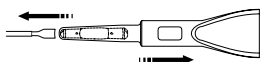

Fig. 15
9. Træk langsomt ICL eller TICL ind i cylinderen, mens patronen bevæges i den modsatte retning. Når du fører ICL eller TICL frem, skal du holde øje med positioneringsmærkerne på begge sider af optikken på ICL eller TICL for at bekræfte justeringen. Forsæt denne proces, indtil ICL eller TICL er placeret i patronen, så dens forkant er ved siden af patronens ende. Slip ICL eller TICL og fjern pincetten. (Fig. 15)